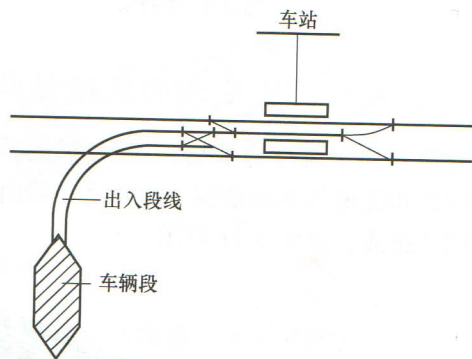

图 3-6 出入段线
(5) **出入段线** 出入段线是车辆段与正线联系的线路，专供列车进出车辆段。一般分入段线和出段线，如图 3-6 所示。